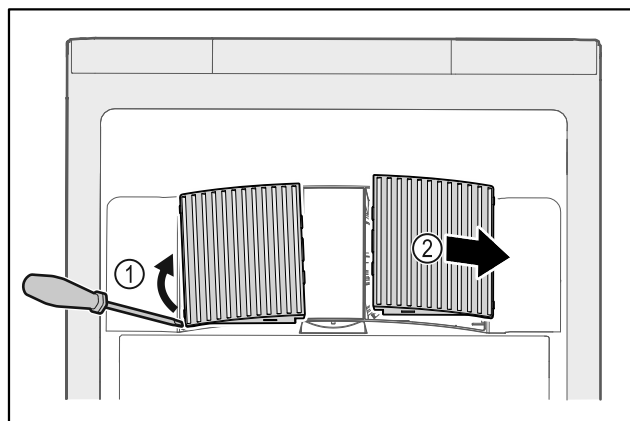

Fig. 171
- ▶ Внимателно повдигнете капаците на вентилаторите от страни Fig. 171 (1) и ги свалете напред Fig. 171 (2).